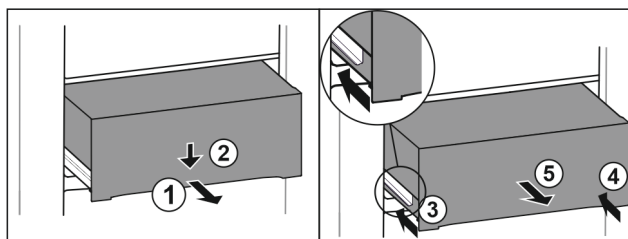

Fig. 185
- Wyciągnąć szufladę do połowy. Fig. 185 (1)
- Popchnąć szufladę z przodu w dół. Fig. 185 (2)
- Wsunąć lewą szynę o ok. 2 cm. Fig. 185 (3)
- Wsunąć prawą szynę o ok. 2 cm. Fig. 185 (4)
- Wyjąć szufladę do przodu. Fig. 185 (5)